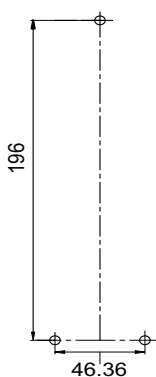

図 1
1. 3本のネジを使って AXIS T8123-E/T8124-E を固定します。図 1 参照 (ネジ穴は 1、2、3)。